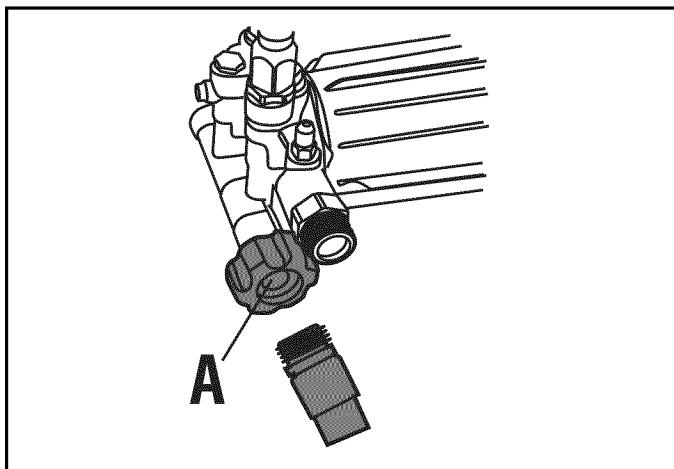

Figura 4-11. Inspección de la rejilla de entrada
- Antes de conectar la manguera de jardín a la entrada de agua inspeccione el colador de entrada (A) (Figura 4-11). Limpie la rejilla de entrada si contiene residuos o ha sido sustituida por estar dañada. NO haga correr agua si la rejilla de entrada está dañada.